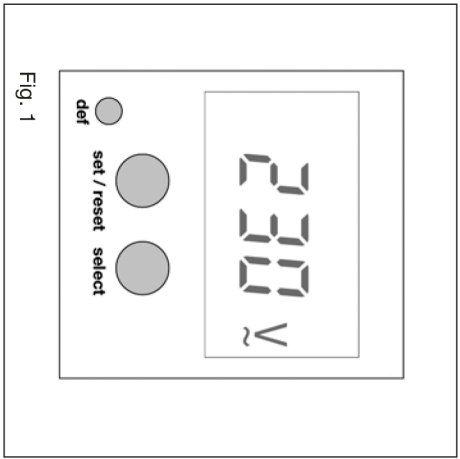

Fig. 1
- Das Spannungsüberwachungsrelais KFE 102 besitzt auf der Vorderseite ein LCD-Display, zwei Tasten und eine Kontrollleuchte. (Fig. 1)